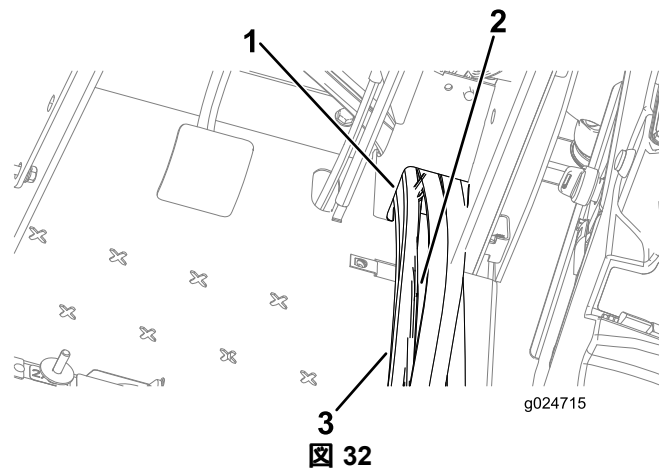

図 32
1. ホースに沿って、ワイヤハーネスをフロアパンの開口部に入れる 図 32。